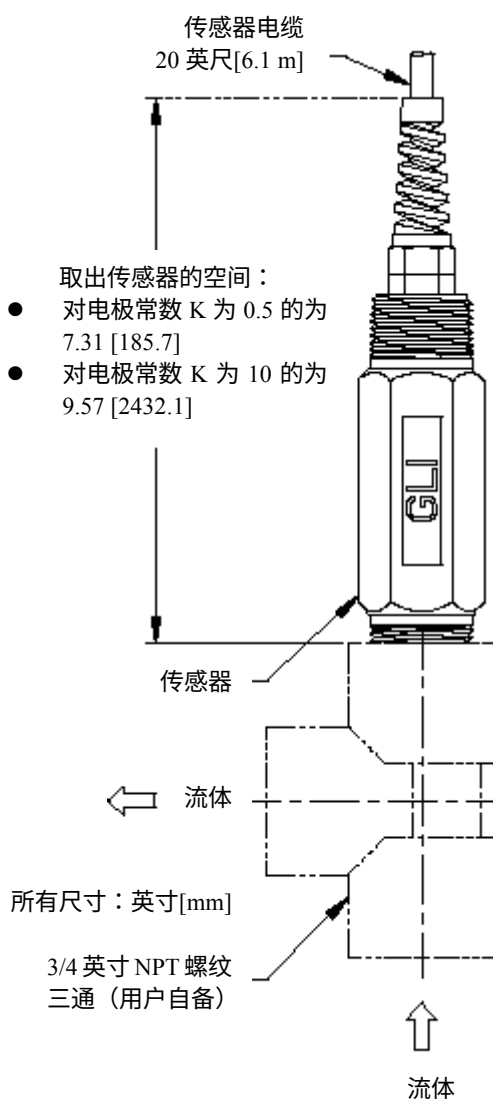

图 2-2 用三通将传感器安装到管道中
- 将传感器插入到管道流体中,以使过程液体可以直接接触到传感器的尾部 (如图 2-2)。
1. 参考图 2-2，安装合适尺寸（3/4—2 英寸）的管道三通到过程管道中。